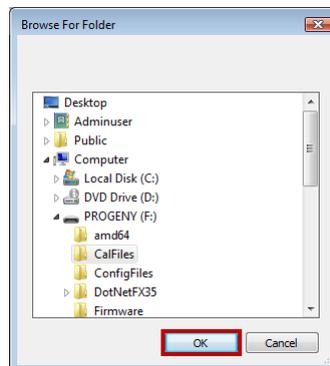

Figura 10: Selección de la carpeta de origen para el archivo de calibración
- Se abre el cuadro de diálogo mostrado en la Figura 10, donde es posible seleccionar la carpeta de origen del archivo (o archivos) de calibración. La selección inicial muestra la carpeta de origen presente en la memoria flash USB actual. Vaya a la carpeta de origen del archivo de calibración si es necesario y haga clic en ‘OK’ (Aceptar) para continuar.